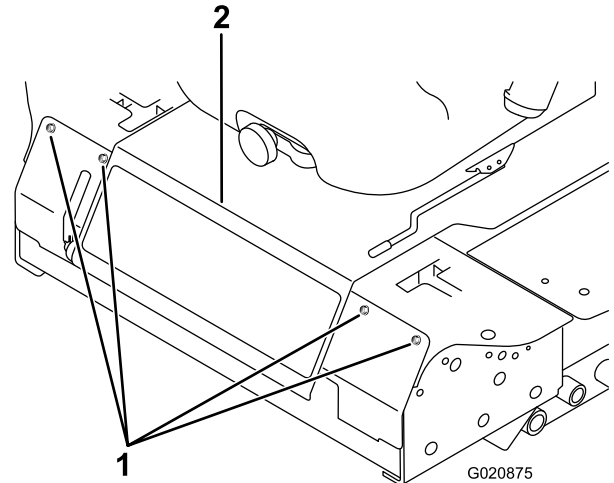

図 52
2. 前パネルを止めているボルトを外して前パネルを外す(図 52)。